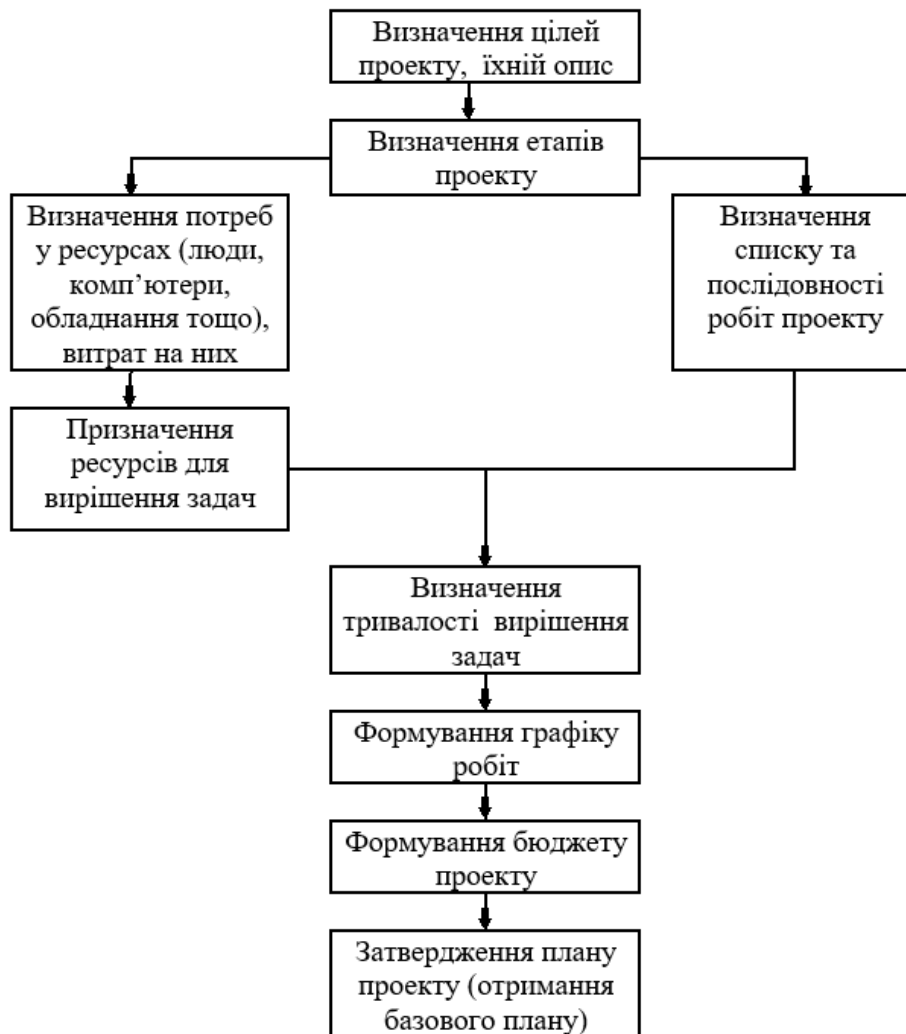

Рис. 1.2. Процес планування
**Процедура планування.** Етап планування є одним з найважливіших. На цьому етапі визначаються завдання, бюджет і терміни проекту. Зазвичай під плануванням розуміють тільки *складання графіка робіт*, випускаючи з розгляду управління ресурсами, складання бюджету, графіка потреб у матеріалах, машинах і механізмах тощо. Процедура планування включає в себе етапи, зображені на рис. 1.2.